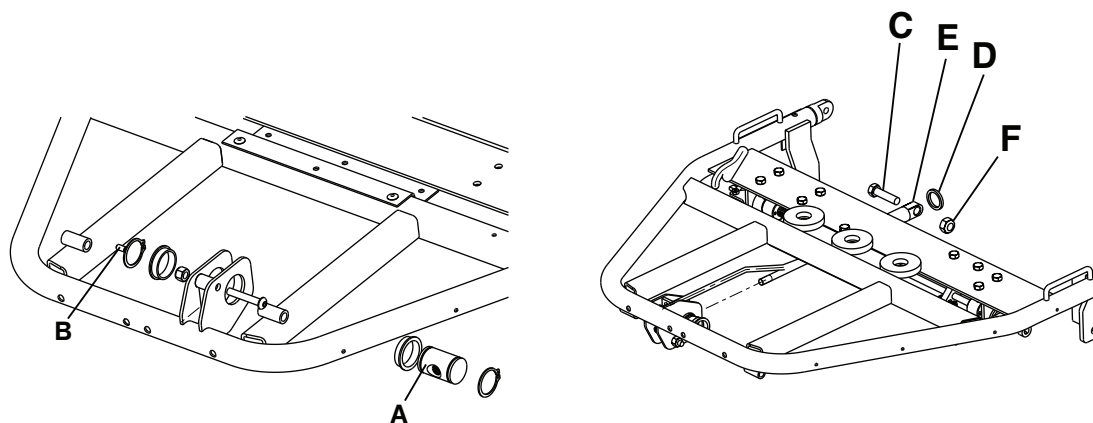

Figure 16 – Remplacement du vérin de la section jambes
7. À l'aide d'une clé à six pans de 3/32 po, retirer la vis de blocage (B) du centre de l'étrier (A) (Figure 16). Conserver la vis d'arrêt.
8. À l'aide d'une clé à six pans de 5/16 po et d'une clé mixte de 5/8 po, retirer le boulon de pivot (C), la rondelle (D) et l'écrou hexagonal (F) qui fixent le vérin (E) au châssis de la section jambes. Conserver toutes les pièces.
11. À l'aide d'une clé à six pans de 5/16 po et d'une clé mixte de 5/8 po, réinstaller la rondelle (D) et l'écrou hexagonal (F) (retirés à l'étape 8) pour fixer le boulon pivot (C) en place.